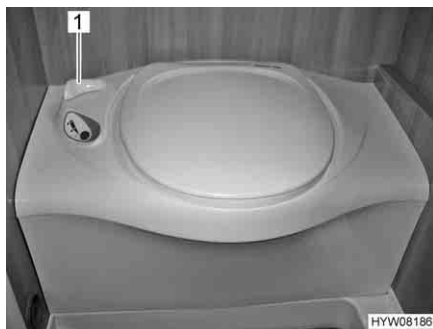

Fig. 96 Toilette Thetford
- Prima di tirare l'acqua, aprire il cursore della toilette Thetford. A tal fine ruotare la leva del cursore (Fig. 96,1) in senso antiorario.
- Dopo aver tirato l'acqua chiudere il cursore. Ruotare la leva del cursore (Fig. 96,1) in senso orario.